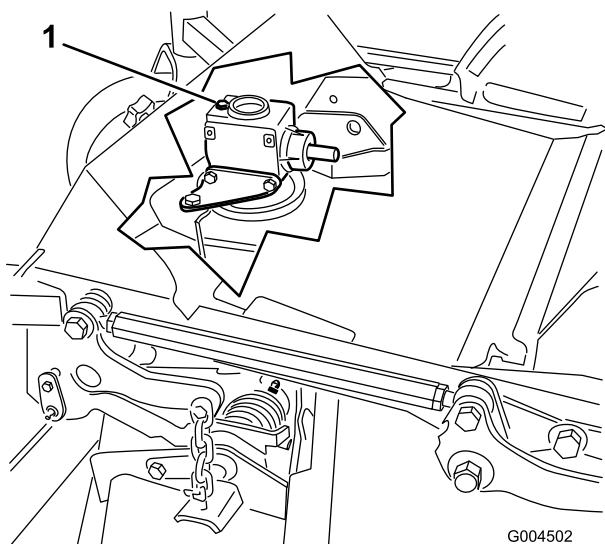

図 33
6. ギアボックスの上部についているディップスティック兼給油プラグを取り、オイルの量が、ディップスティックについている2本のマークの間にあることを確認する 図 33。
6. ギアボックスの上部についているディップスティック兼給油プラグ 図 33 を取る。